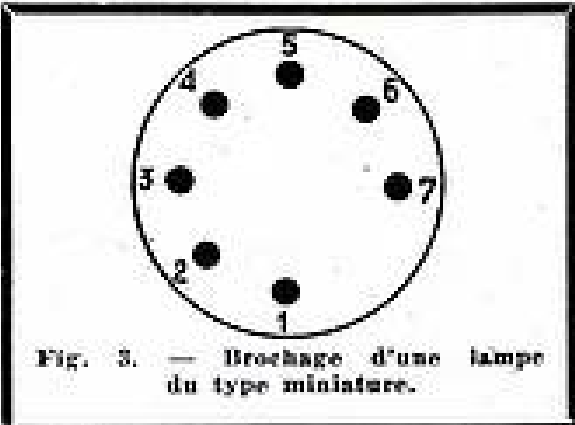

Fig. 3. — Brochage d'une lampe du type miniature.
2. — Branchement des filaments. — Il y a un sens à observer dans le branchement des filaments des lampes 135, 174 et 185. Ce sens est indiqué par les chiffres 1 et 7 sur le schéma général, ces chiffres correspondant aux broches 1 et 7 du culot miniature (fig. 3).